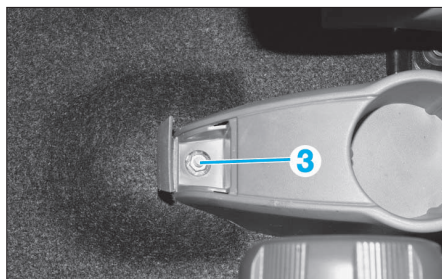

FIG. 29
- Déposer l'écrou de fixation (3) (Fig.29).